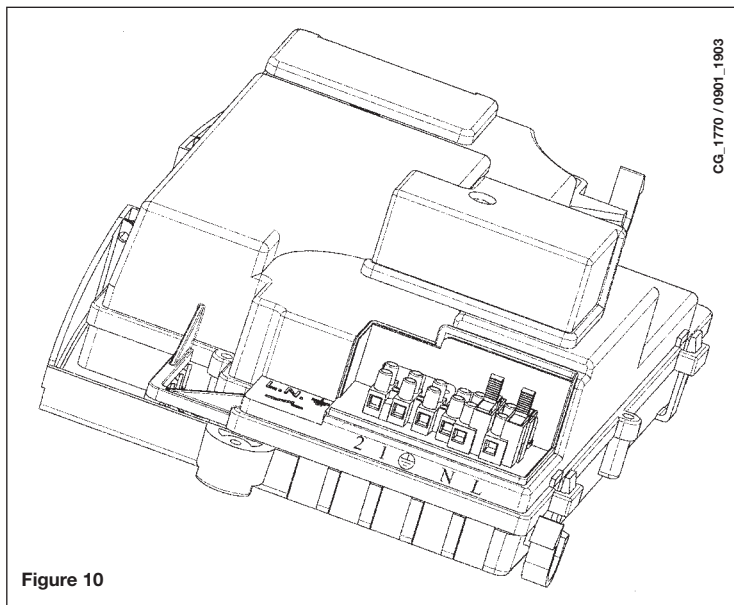

Figure 10
- enlever le couvercle pour accéder aux branchements électriques (figure 10).
- accéder à l'alimentation électrique du bornier d'alimentation (figure 10) ;
- enlever le pontage et brancher le thermostat d'ambiance aux bornes (1) - (2).